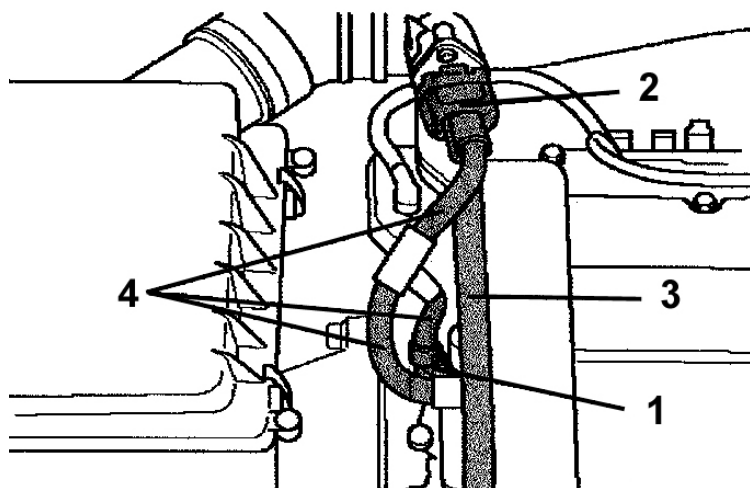

Fig. 1
- Træk stikforbindelsen af temperaturføleren (se fig. 1 punkt 1) og luftmassemåleren (se fig. 1, punkt 2).
- Tag afdækningen af (se fig. 1, punkt 3).
- Afmonter plastkappen og isolerbåndet fra ledningsnettet (se fig. 1, punkt 4).